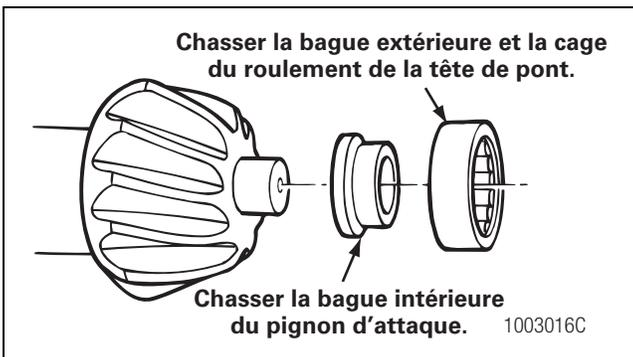

Figure 3.34
10. Si les roulements de pignon sont de conception deux pièces, chasser la bague intérieure du pignon d'attaque au moyen d'un extracteur de roulement. Utiliser une presse ou un mandrin pour chasser la bague extérieure et le roulement de la tête de pont. Figure 3.34.